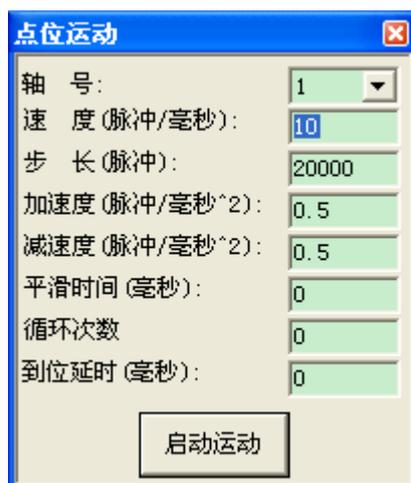

图 4-12 点位运动模块界面
- (1) 请确认控制器与驱动器之间已正确可靠地连接。
- (2) 请点击主界面菜单“视图”->“点位运动”，将会弹出点位运动模块对话框。如图 4-12 所示。
- (3) 选择控制轴号。然后输入运动参数，包括速度、步长、加速度、减速度及平滑时间。速度大于零、步长可正可负（正负决定运动方向）、加速度、减速度必须大于零、平滑时间[0, 50]。
- (4) “循环次数”为往返的次数，默认参数为 0。以图 4-12 中的参数为例，循环次数为 0 代表，第一轴按照设定的参数向前运动 20000 个脉冲，若循环次数设为 1，则第一轴先正向 20000，然后再负向运动 20000 个脉冲，以此类推。循环次数要大于等于零。
- (5) 点击“启动运动”，此时电机开始运动。